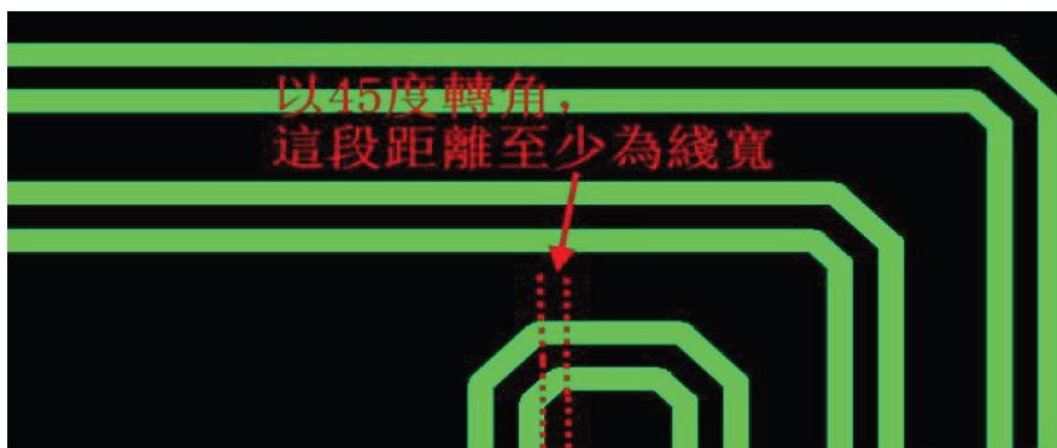

图2.41
- 8.需绕线时，请保持转角段宽度至少为线宽，若无法避免，请确保转角处线宽线距仍然满足规则要求，如下图 2.41。